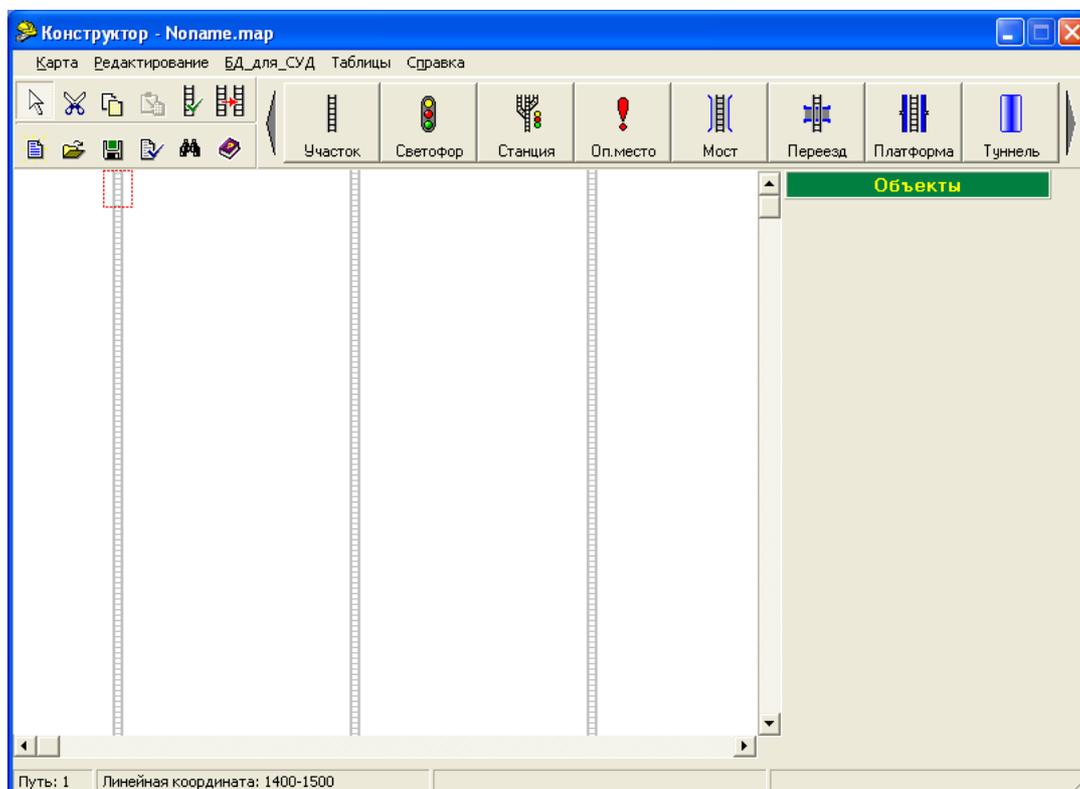

Рисунок 2.15
2.3.2.5 После окончания ввода нажмите кнопку «ОК». Должно появиться основное окно программы «Constructor» (рисунок 2.15). На рабочем поле светло-серым тоном будут прорисованы места для размещения участков пути.